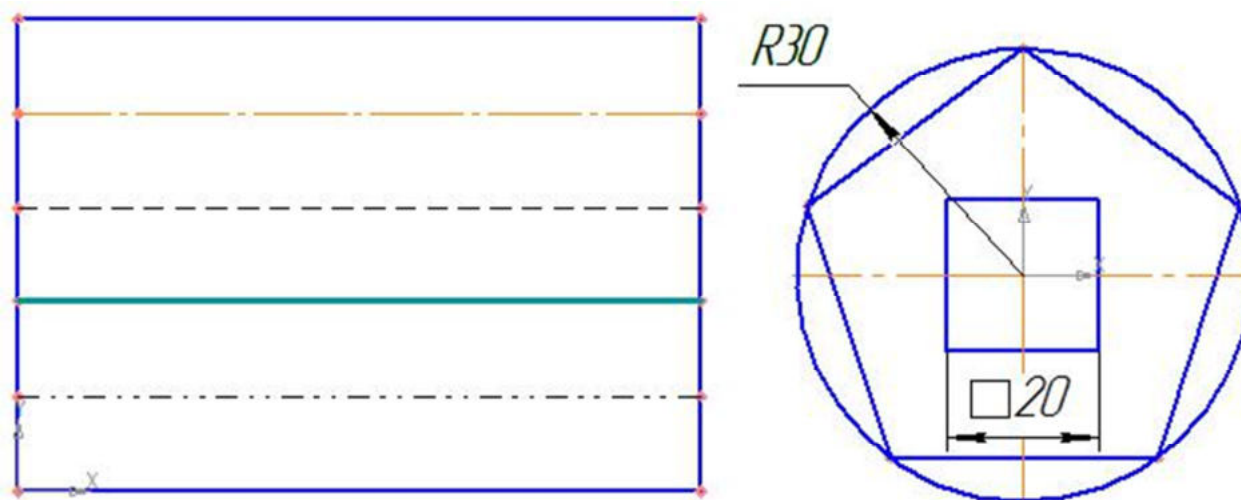

Рис. 8
- Постройте прямоугольник высотой 90 мм и шириной 130 мм. Разделите вертикальные стороны на 5 равных частей. Выберите команду отрезков. Изменяя стиль линий, постройте отрезки стилем: осевая, штриховая, утолщенная, пунктир 2 (рис. 8).